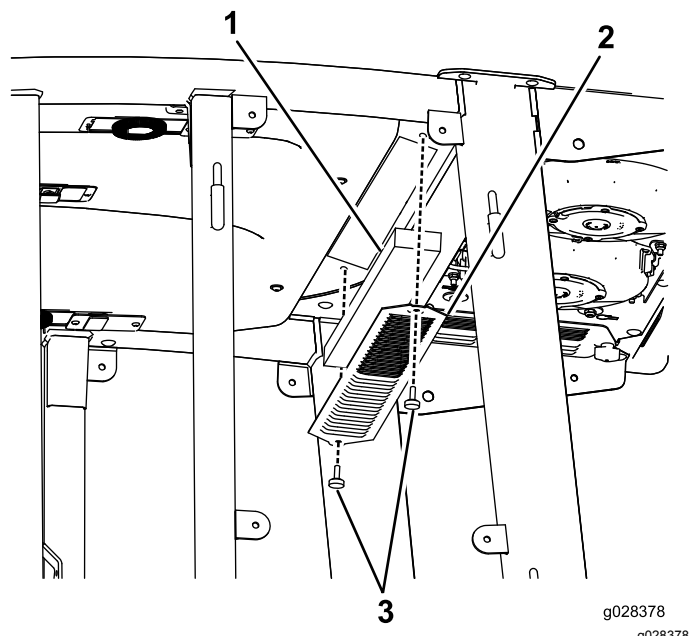
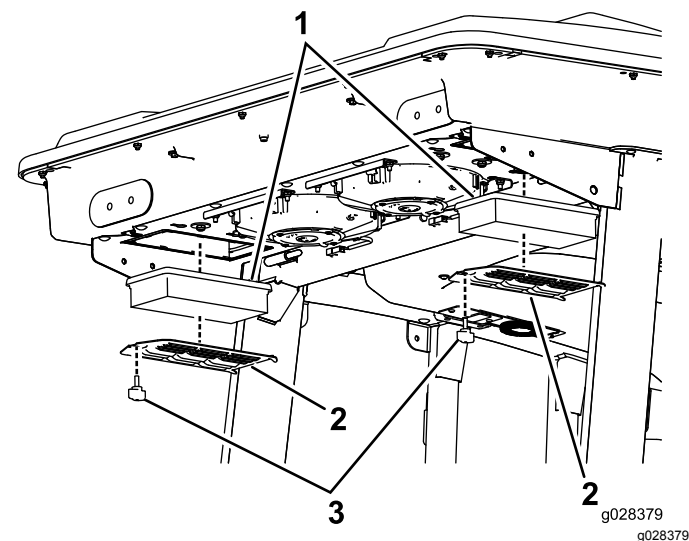
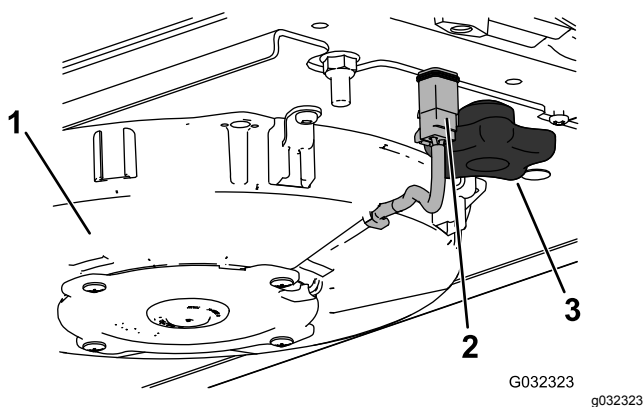
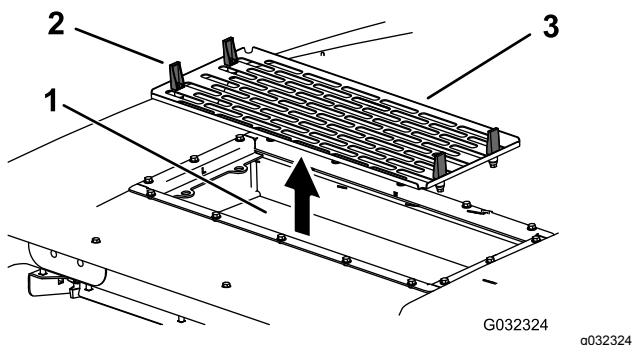

Figura 135
Figura 136
Figura 138
Figura 139
1. Rimuovete le viti e le griglie sia dal filtro dell'aria interno alla cabina, sia da quello sulla parte posteriore della cabina (Figura 135 e Figura 136).
2. Scollegate il filo per ciascuna ventola (Figura 138).
4. Aprite i 4 fermi sul gruppo dell'aria condizionata e rimuovete la griglia (Figura 139).
5. Togliete i filtri dell'aria (Figura 136).
7. Installate i filtri dell'aria, la griglia e il gruppo ventola (Figura 136, Figura 138 e Figura 139).
8. Collegate il filo per ciascuna ventola (Figura 138).